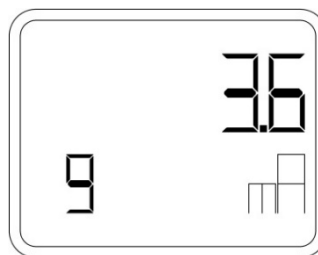

Рисунок 28 – Выбор аварийного значения тока
- При помощи кнопок «↑» и «↓» (или «+» и «-») установить значение аварийного тока: 3,6 мА или 22,8 мА (рисунок 28).